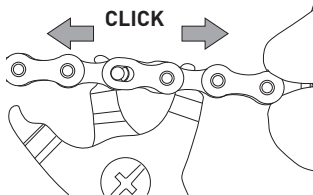

Fig. 11
- Premete la pinza fino ad avvertire un click dovuto al posizionamento dei due perni nella zona delle asole a diametro inferiore (Fig. 11).